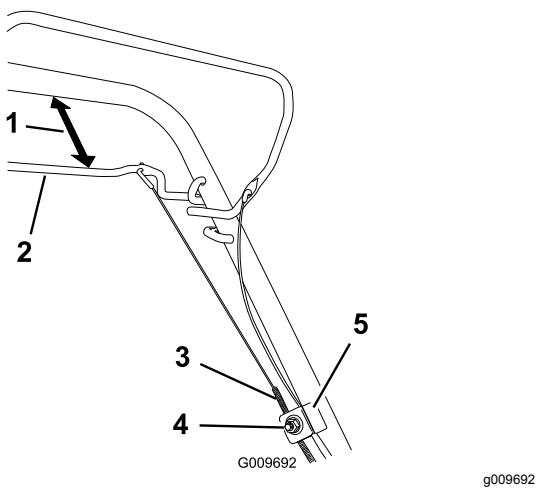

Рисунок 27
- Ослабьте гайку держателя троса (Рисунок 27).
2. Удерживайте зазор величиной от 25 до 38 мм между штангой управления самоходным приводом и рукояткой (Рисунок 27).
3. Потяните трос (по направлению к машине), пока он не ослабнет (Рисунок 27).